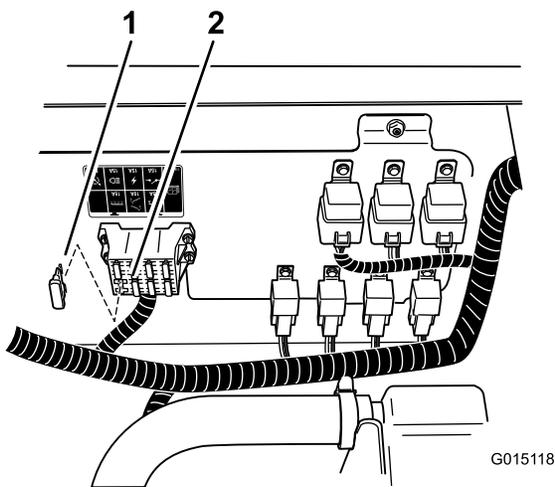

Figure 30
6. Placez le fusible de 10 A dans la boîte à fusibles (Figure 30).